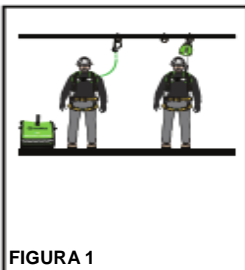
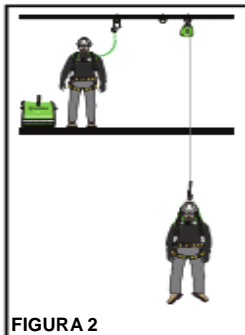

FIGURA 1
FIGURA 2
Altura de caída: Debe haber suficiente espacio debajo del conector de anclaje para parar una caída antes de que el usuario llegue al suelo o se golpee contra algo. Cuando calcule la altura de caída, considere la distancia de desaceleración, la estatura del usuario, la longitud del cordón o la SRL, un factor de seguridad de 2 pies como MÍNIMO, y todo otro factor aplicable (Figura 1).
1. La escala de rescate Safewaze debe almacenarse en un lugar destacado de fácil acceso y cercano a las personas que trabajan en alturas. Todos los empleados deben ser capaces de localizar y usar correctamente la escala de rescate (Figura 1 y Figura 2).